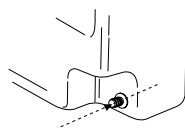

Fig. 2
El agua de condensación se puede recoger directamente en el depósito que se halla en el interior del aparato (fig. 2)
- 2) Agujerear el depósito en el interior del pico usando un tornillo con punta fina (fig. 2)